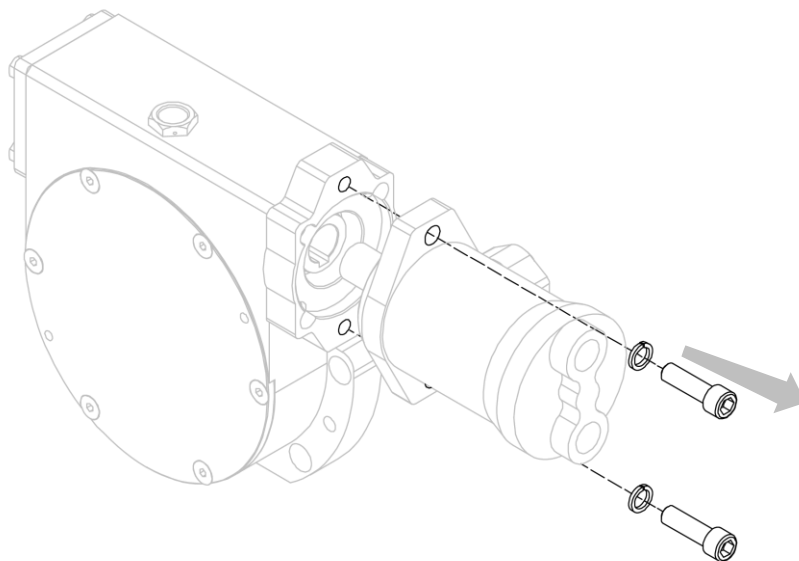

Abbildung 43
4. Trennen Sie den Motor vom Getriebe, indem Sie die Schrauben, mit denen sie verschraubt sind, lösen (siehe *Abbildung 43*).